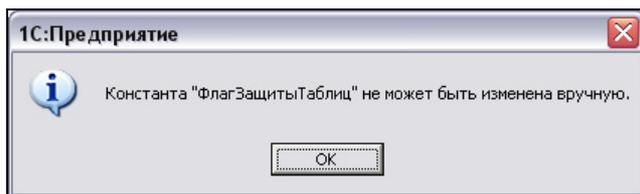

Рис. 5.43. Запрещено редактировать константу вручную
2. Не исключено, что в вашей конфигурации правка этой константы вручную запрещена, в этом случае при попытке изменить константу будет выдано следующее или схожее по смыслу сообщение (рис. 5.43).